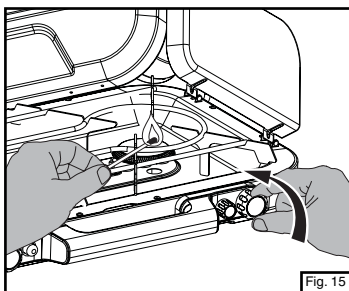

Fig. 15
- Tenez une allumette enflammée près du brûleur et ouvrez la commande. (Fig. 15)